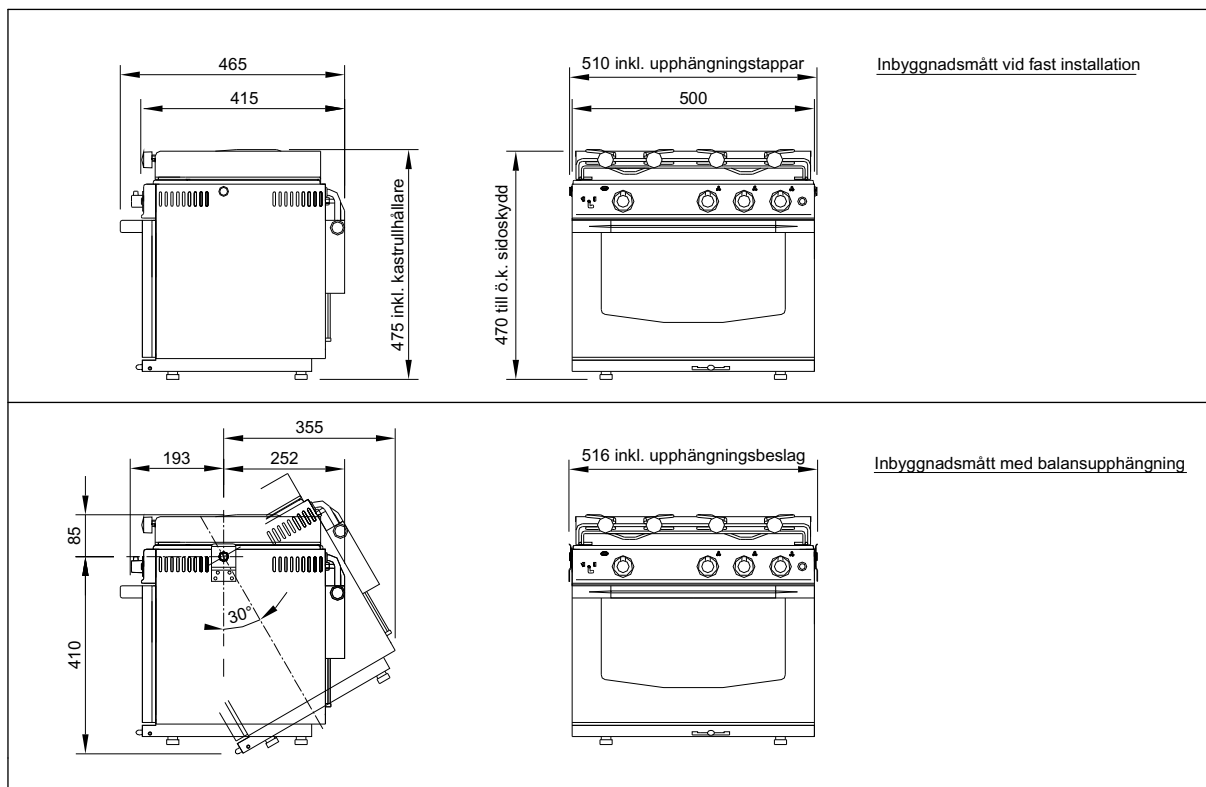

Fig.1
- 2 - Montera dessa på sidoskotten, håll tillräckligt avstånd till skottet bakom spisen så att spisen kan svänga fritt, se fig. 1 och 2.